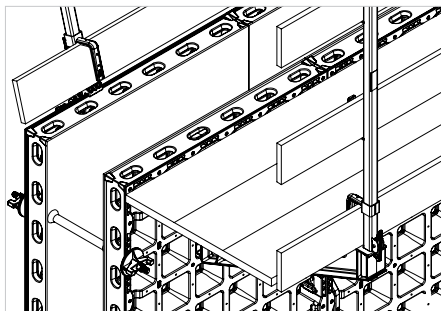

Fig. B4.03a
4. Posare dal basso tavole per impalcato spesse 5 cm, coprendo l'intera larghezza della mensola. La prima tavola deve essere appoggiata adiacente al pannello. (Fig. B4.03a)